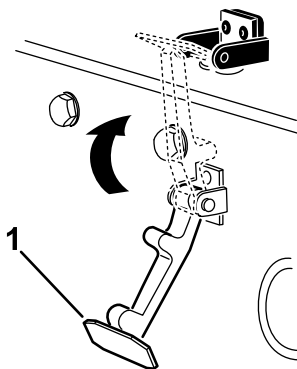

**Bild 35**
7. Schrauben Sie die Schraube in den anderen Arm der Motorhaubenhalterung, um den Riegel zu arretieren (**Bild 35**).